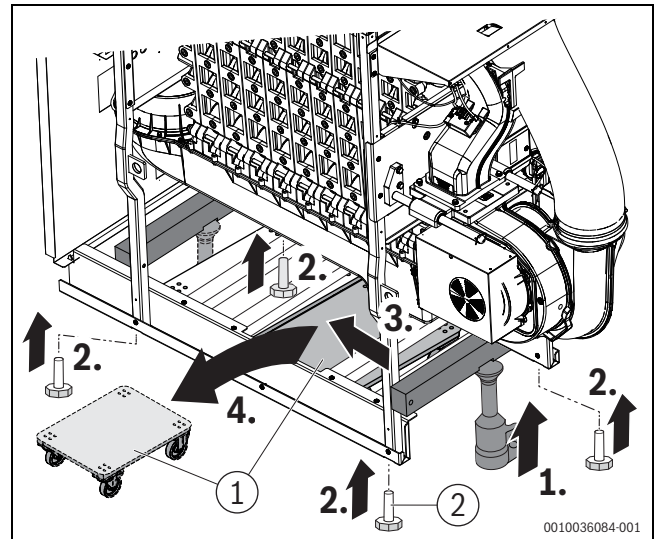

Рис. 16 Удаление площадки для перевозки мебели, монтаж ножек котла (примерное изображение)
- ▶ Если котел находится в конечном месте установки, винтите в боковые балки 4 ножки котла (→Рис. 16).
- ▶ Транспортируйте котел с помощью грузоподъемной тележки (захват спереди) (→Рис. 16).
(→Рис. 16)